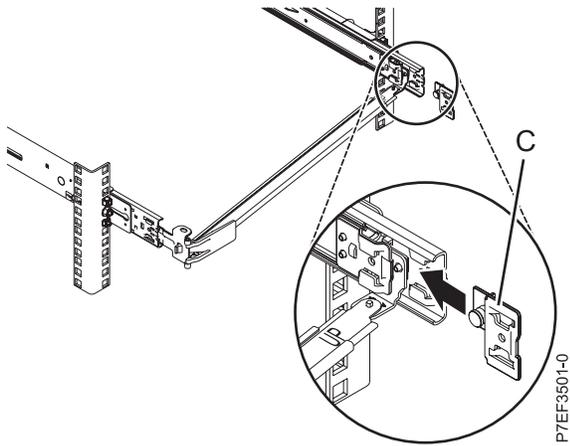

Figura 16. Tendido de la patilla de la abrazadera de montaje e instalación de la abrazadera de montaje en el riel deslizante
- Deslice la abrazadera de montaje (**C**) en el riel deslizante derecho hasta que la patilla accionada por resorte quede encajada en su sitio, tal como se muestra en la Figura 16 en la página 13.